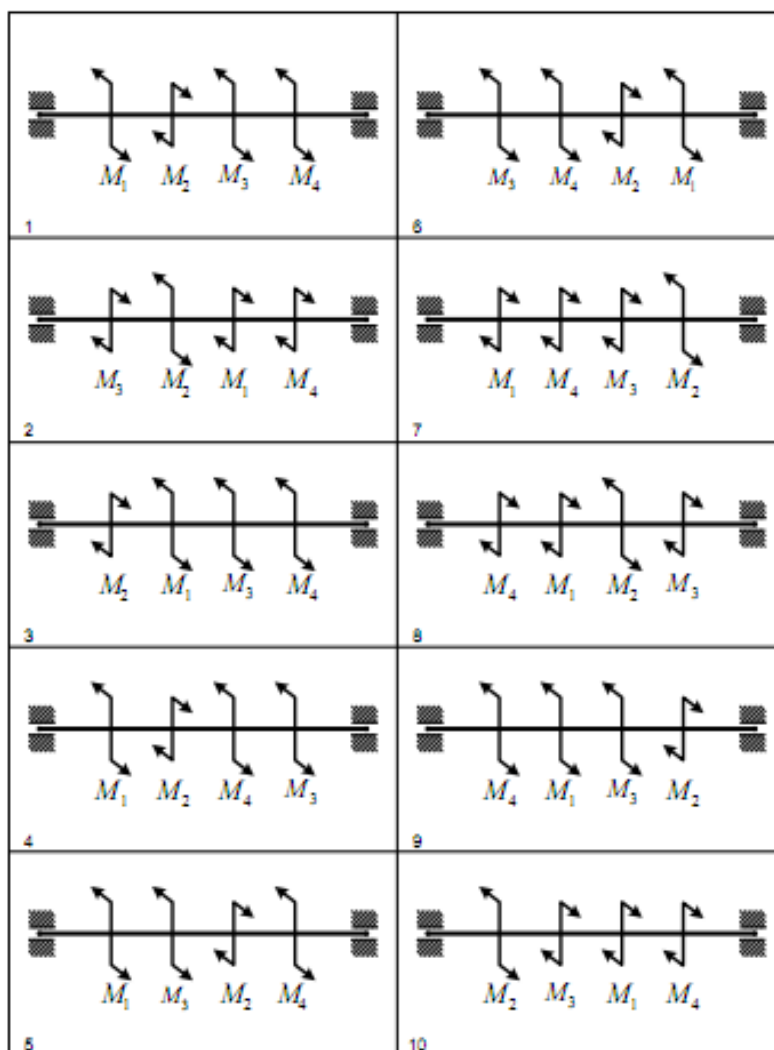

Рисунок 7 Исходные схемы
1. Ознакомится с заданием рисунок 7.